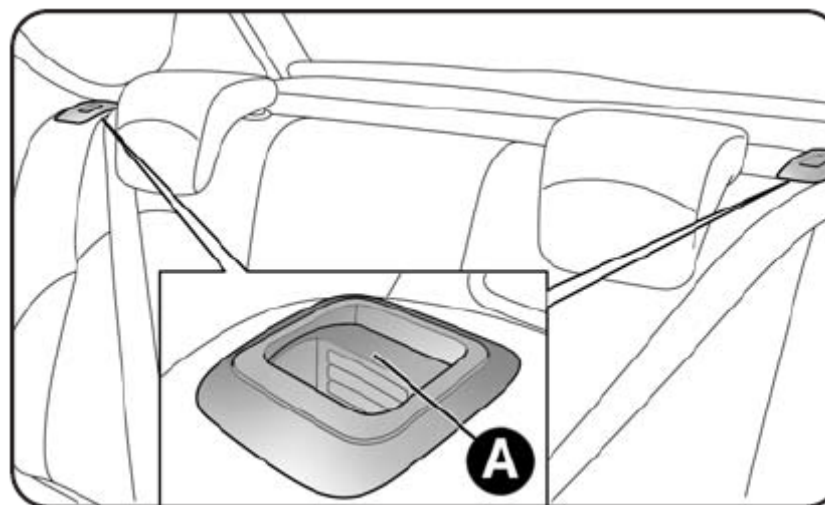

Рис. 65
- Поднять рычаги фиксатора **A- рис.65** удерживающие спинки и отвести спинки вперед к сиденью. (При подъеме рычажка A в окошке появляется красный индикатор).
Отвести в сторону ремни безопасности. Следите, чтобы ленты ремней не перекручивались. Поднимите спинки задних сидений и отведите их назад до щелчка, свидетельствующего о блокировке обоих фиксаторов. Убедитесь, что красный индикатор исчез, расположенный на рычажках **A- рис. 65**.